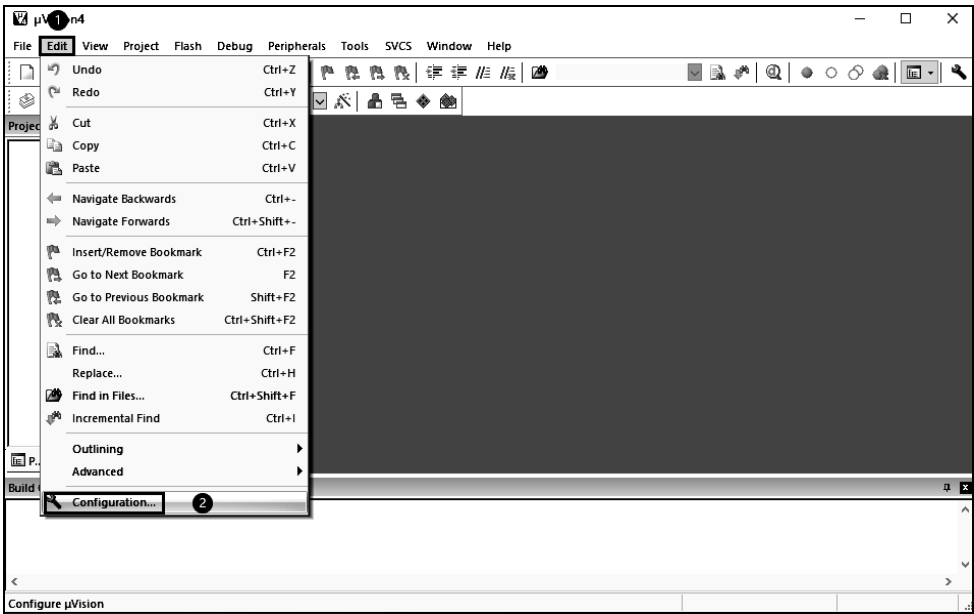

图 1-21 Keil C51 设置 1
(1) 在“开始”菜单找到并单击运行 Keil μ Vision4，然后选择菜单栏中的“Edit” → “Configuration”选项，如图 1-21 所示。